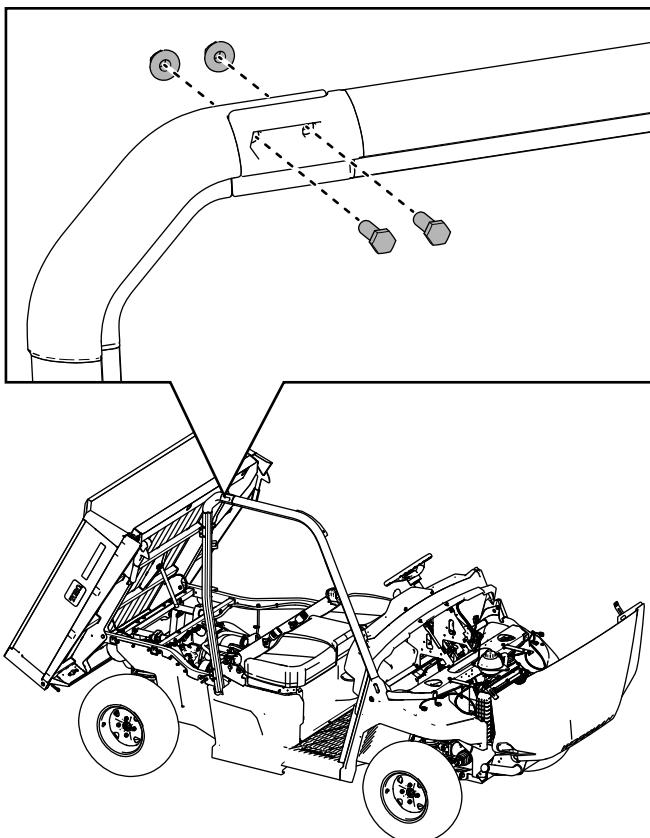

図 14
8. 右前 ROPS アセンブリを右後 ROPS アセンブリに仮止めする六角ヘッドボルト3/8 x 1-1/4"2 本とロックナット3/8"2 個で図14のように取り付ける。